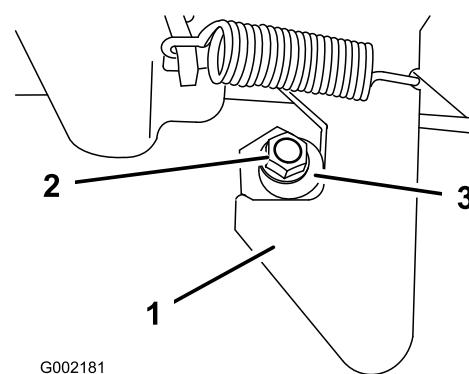

Figura 29
1. Desaperte a porca no perno do trinco (Figura 29).
2. Rode o perno no sentido dos ponteiros do relógio até o encostar ao trinco e aperte a porca (Figura 29).
- Para abrir os trincos traseiros, levante os respectivos manípulos (Figura 29). Os trincos deslocam-se automaticamente para o centro da porta traseira. Faça a porta traseira descer lentamente.